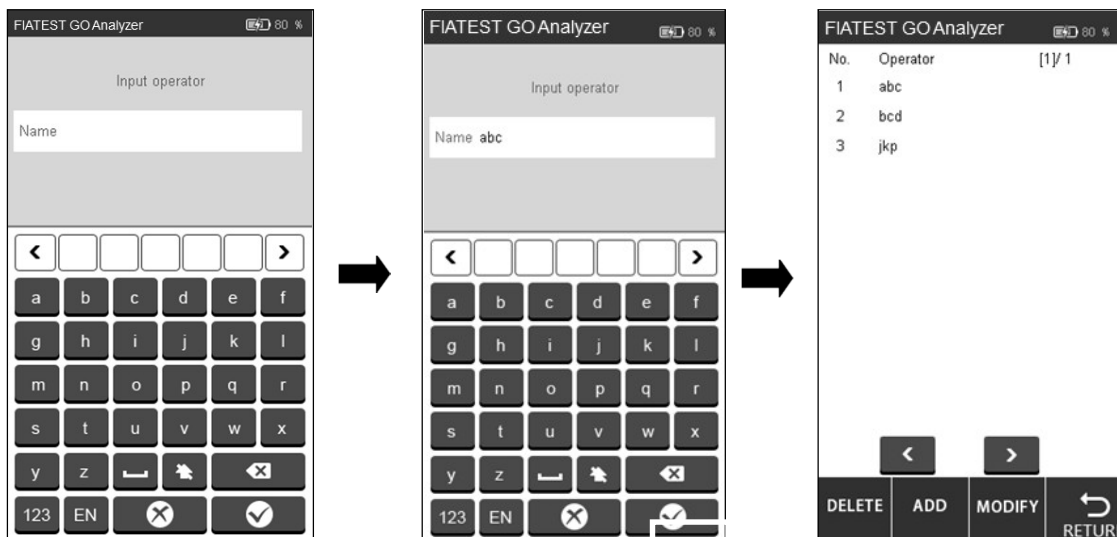
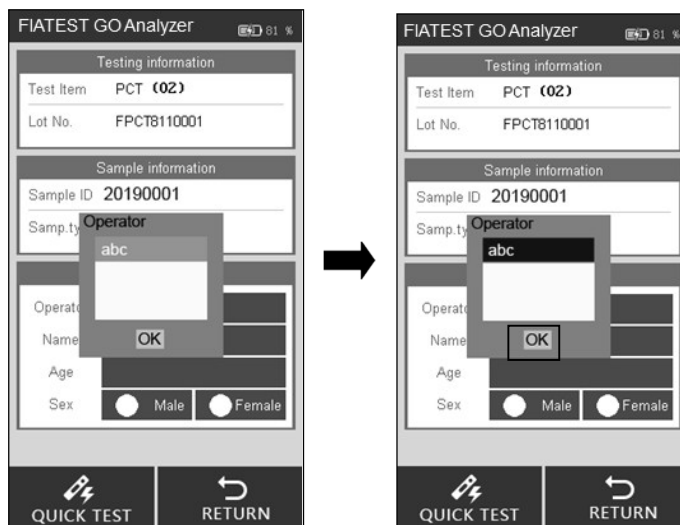

Fig 15
Fig 28
Clique “**ADD**”, nome do operador, clique  para completar. (Ref Fig 15)
Clique no operador que precisa ser excluído ou modificado e a cor será alterada para azul. Clique “**DELETE**”, o operador selecionado será apagado, clique “**MODIFY**” para acessar a tela Fig 15.
**Passo 5:** Preencha as informações do paciente, como operador, nome, idade e sexo. Toque na área ao lado do operador, a tela aparecerá como na Fig 28. Selecione o operador. A alimentação das informações é explicada na Fig 15 na seção 5.1.1.